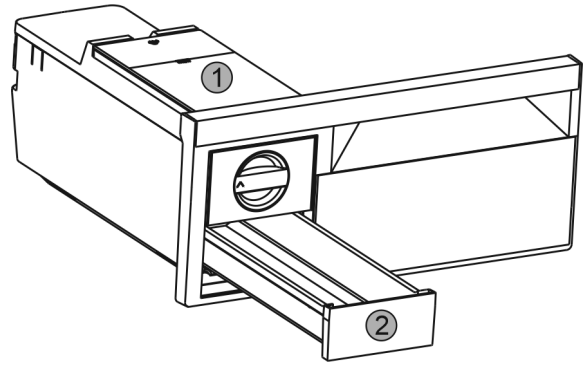

Fig. 54
- Enlever le réservoir d'eau Fig. 54 (1) et le tiroir à glaçons Fig. 54 (2).